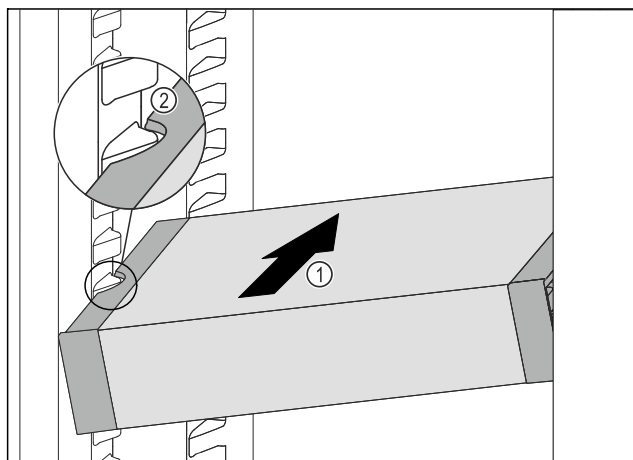

Fig. 107
- VarioSafe wsunąć ukośnie do chłodziarki Fig. 107 (1), aż boczne wycięcia Fig. 107 (2) VarioSafe będą się znajdować na wysokości żeber pojemnika w chłodziarce.